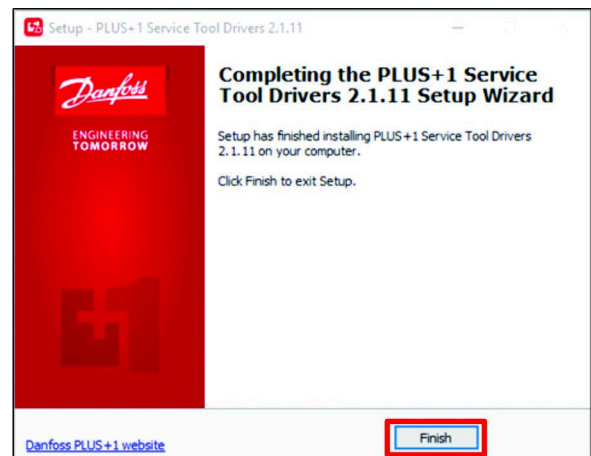

図 32
3. サービスツールドライバセットアップウィザードの完了ダイアログボックスで、完了ボタン (図 32) をクリックする。